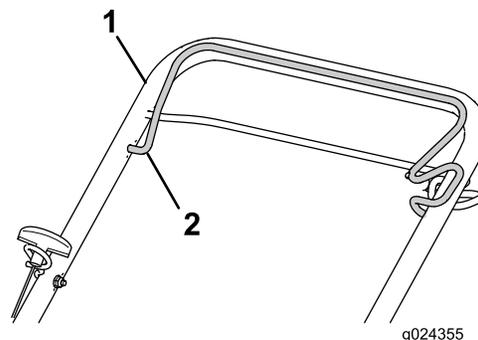

Рисунок 15
3. Прижмите штангу управления ножом к верхней рукоятке и удерживайте ее в прижатом положении (Рисунок 15).